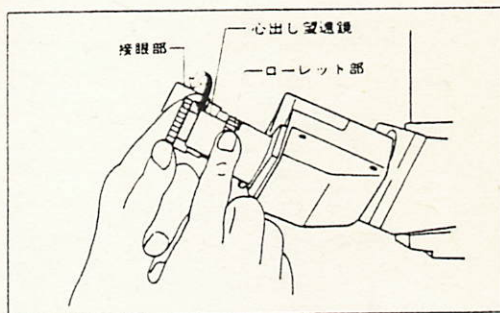

図22
- 4) 心出し望遠鏡のローレット部を押さえ、接眼部を回し、対物レンズの位相板リングにピンントを合わせます。(図22)